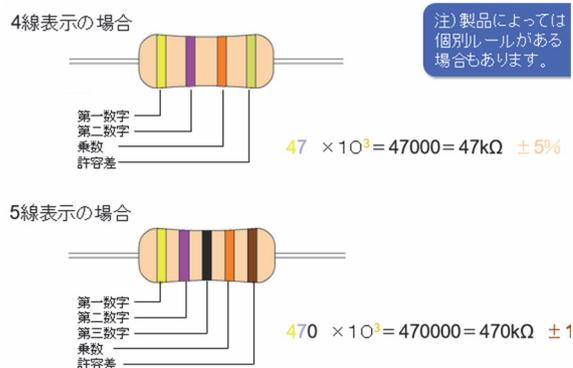

図2-2 カラーバンドと抵抗値
- ・ 図2-2にカラーバンドと抵抗値の関係の例を示した。4本のカラーバンドでは黄、紫、オレンジで、それぞれ4、7、3で、第1、第2の4、7より有効数字は47であり、3番目のオレンジより